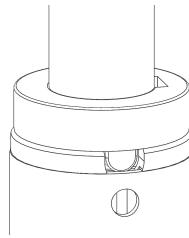

Figura 23 – Bloqueo de la percha i.v.
2. Gire y bloquee la percha i.v. en el manguito para accesorios (Figura 23).